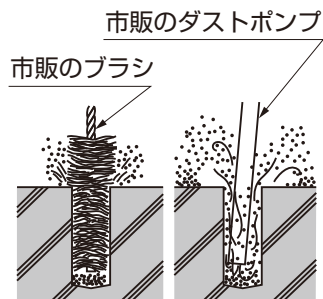

図9-4
②市販のブラシとダストポンプで掃除をくり返し、穴の中の切粉を取除いてください。(図9-4参照)